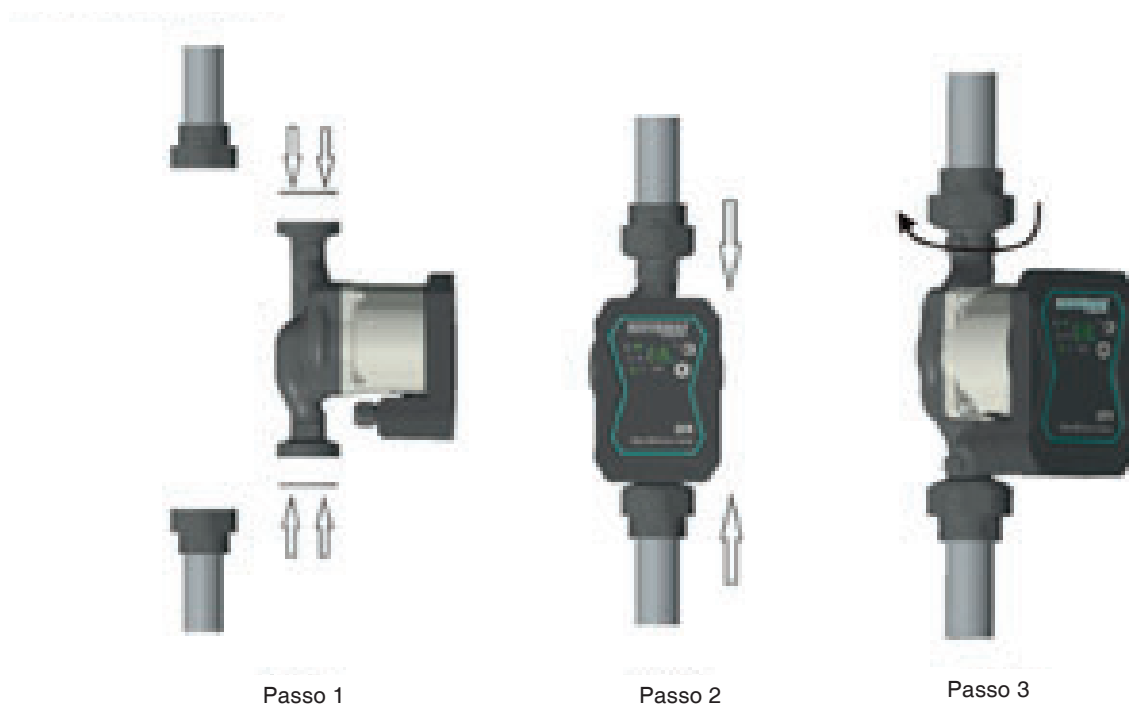

Figura 1
1. In fase di installazione della pompa è necessario utilizzare le due guarnizioni fornite in dotazione. (come in figura 1)